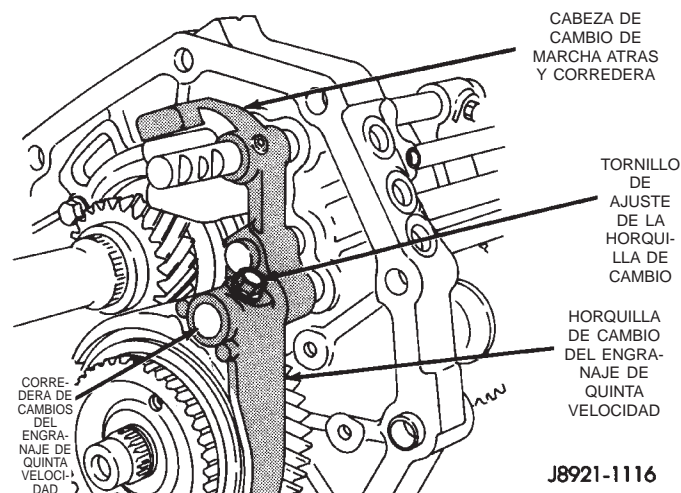

Fig. 103 Instalación de perno de retén de horquilla de cambio de engranaje de quinta velocidad
(37) Instale un perno nuevo para fijar la horquilla de cambio del engranaje de quinta velocidad en la corredera de cambios (Fig. 103).